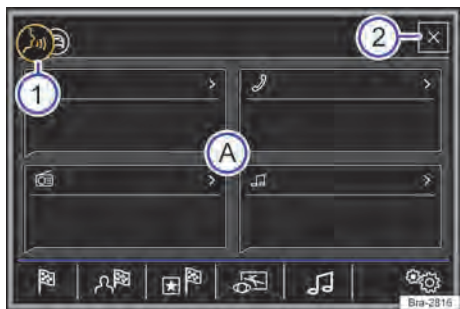

Fig. 154 Comando de voz: exibição do menu de ajuda e elementos falados.
- Somente falar os comandos de voz quando os sons sinalizadores e orientações faladas terminarem e o símbolo  → Fig. 154 ① aparecer no display.
É exibido um menu auxiliar com os comandos de voz mais importantes das áreas ativas (por exemplo navegação) → **Fig. 154 A**. A exibição do menu auxiliar pode ser ligada e desligada no menu **Configurações do comando de voz** → **Página 205**.
Somente falar os comandos de voz quando os sons sinalizadores e orientações faladas terminarem e o símbolo  → **Fig. 154 ①** aparecer no display.